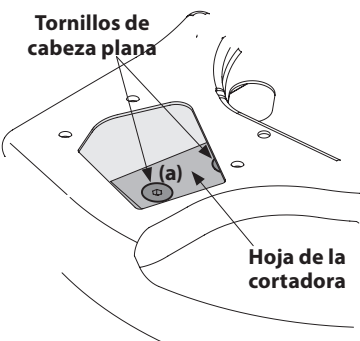

Figura 24
- Mediante una llave Allen de 3/16 de pulgada, retire los tornillos de cabeza plana que sujetan la hoja de la cortadora al motor. Dichos tornillos son accesibles a través de la abertura que se creó cuando retiró el canal de la cortadora anteriormente. Vea la Figura 24.